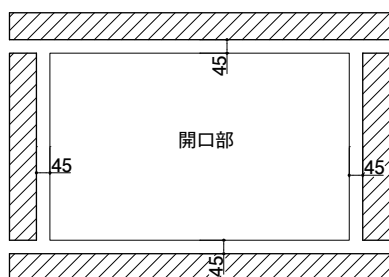

図1 胴縁の施工
- ▶ 開口部まわりの胴縁90サイズを、サッシから45mmの隙間を設けて施工する。(開口部上下にも横胴縁必要)(図1参照)